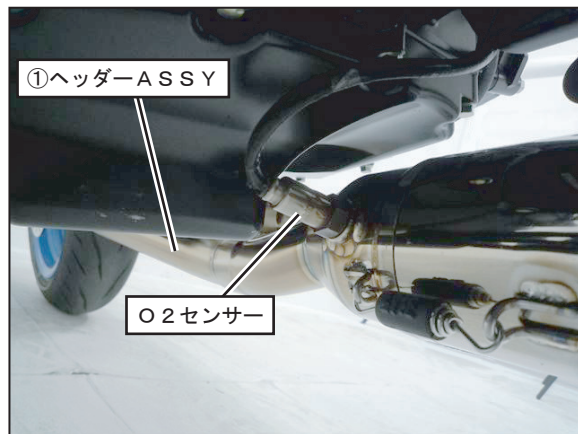

FIG. 17
12. 純正マフラーからO2センサーを外し、O2センサーに⑮延長ハーネスを取り付けてから①ヘッダーASSYのセンサーボスに規定トルクで締め付けて下さい。次に、⑮延長ハーネスを車両のカプラーに取り付け、O2センサーのケーブルがマフラーと接触しないようにケーブル各部をタイラップと車両のクリップで固定して下さい。(FIG. 17, 18, 19参照)